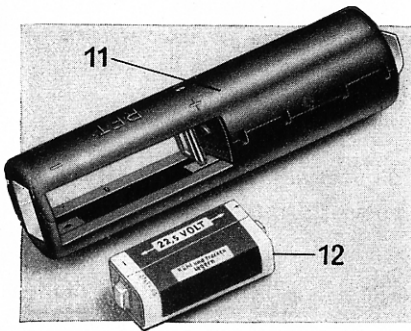

Abb. 3
Der Batteriebehälter (1) der Blitzleuchte ist für die Verwendung des RFT-Kondensator-Einsatzes KR 2 (11) vorgesehen, siehe Abbildung 3. Dieser Einsatz sowie eine für ihn geeignete Kontroll-Glühlampe müssen – falls sie der Blitzleuchte nicht beiliegen – im Fachhandel extra gekauft werden. In die Aussparung des Kondensator-
Einsatzes wird eine „Hörbatterie“ mit 22,5 Volt Spannung (12) eingesetzt (siehe Abbildung 3). Es ist dabei auf richtige Polung zu achten: das Pluszeichen (+) der Batterie muß sich auf der Plusseite des Einsatzes befinden.